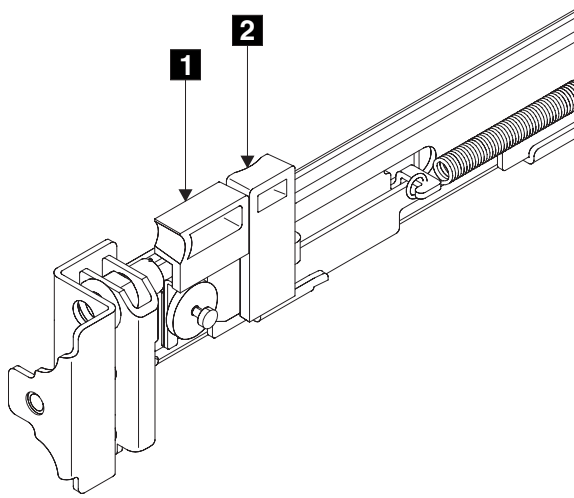

図 87. ラッチ・ロック・キャリアを引っ込める
2. ラッチ・レバー、図 87 の **1**、の側面に人指し指を置き、親指をラッチ・ロック **2** の正面に置きます。